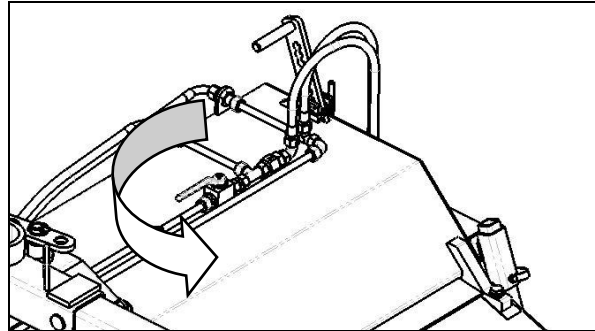
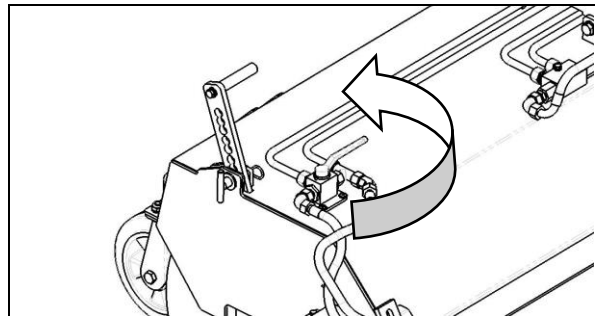

Fig. 4.33
Fig. 4.34
- Die Absperrhähne zum Hydraulikzylinder der Sammelbehälter-Entleerung (Fig. 4.33) und Hydraulikmotor des Seitenkehrbesens (Fig. 4.34) schließen.
- Stützräder (1) müssen nach hinten weisen.